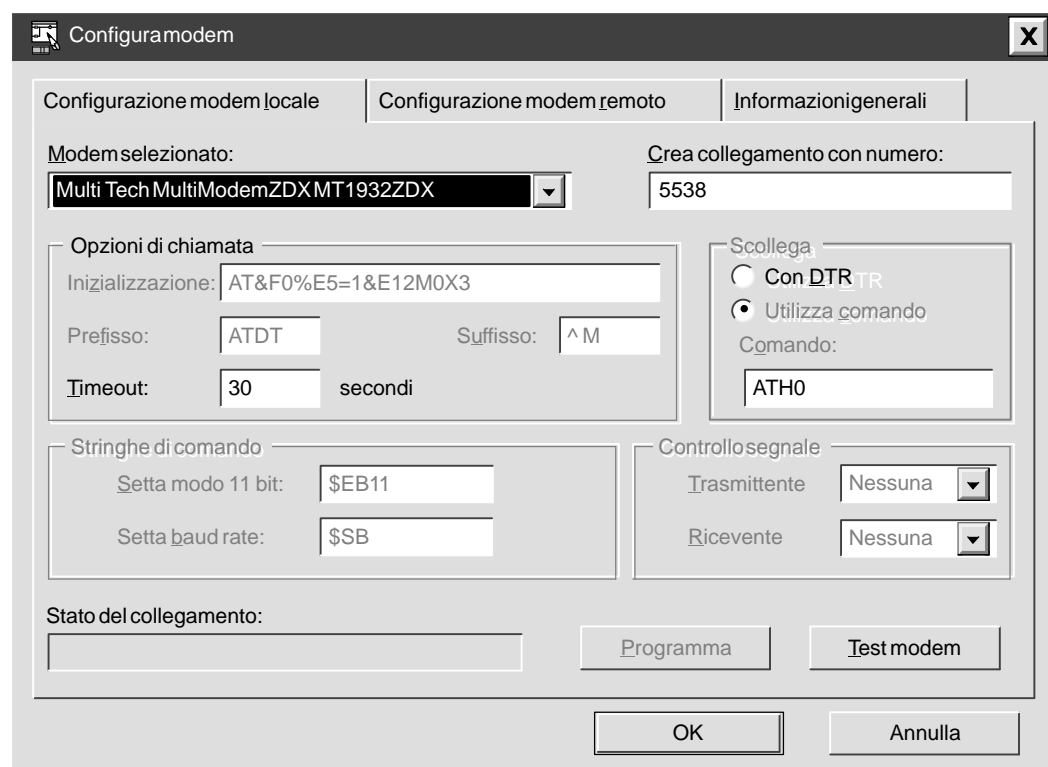

Figura 3-16 Scheda Configurazione modem locale della finestra di dialogo Configura modem
9. Fare clic sulla scheda Configurazione modem locale. Vedere la figura 3-16.